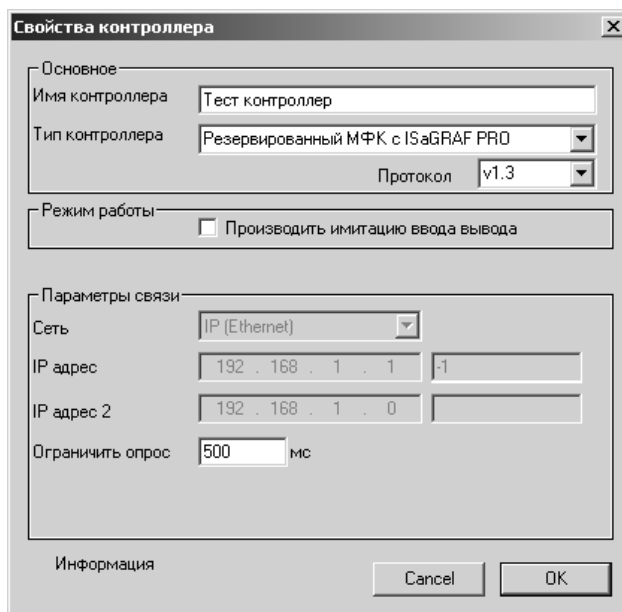

Рисунок 4.4 – Дополнительные параметры контроллеров с задачей связи isacom
- версия протокола обмена (см. Рисунок 4.4);
- ограничение опроса (см. Рисунок 4.4) – OPC-клиент не сможет запрашивать данные чаще, чем указано в этом ограничении, при этом, если установлена опция «опрос с данной частотой независимо от запроса клиента», OPC-сервер будет посылать клиенту данные строго с заданной в этом ограничении частотой;